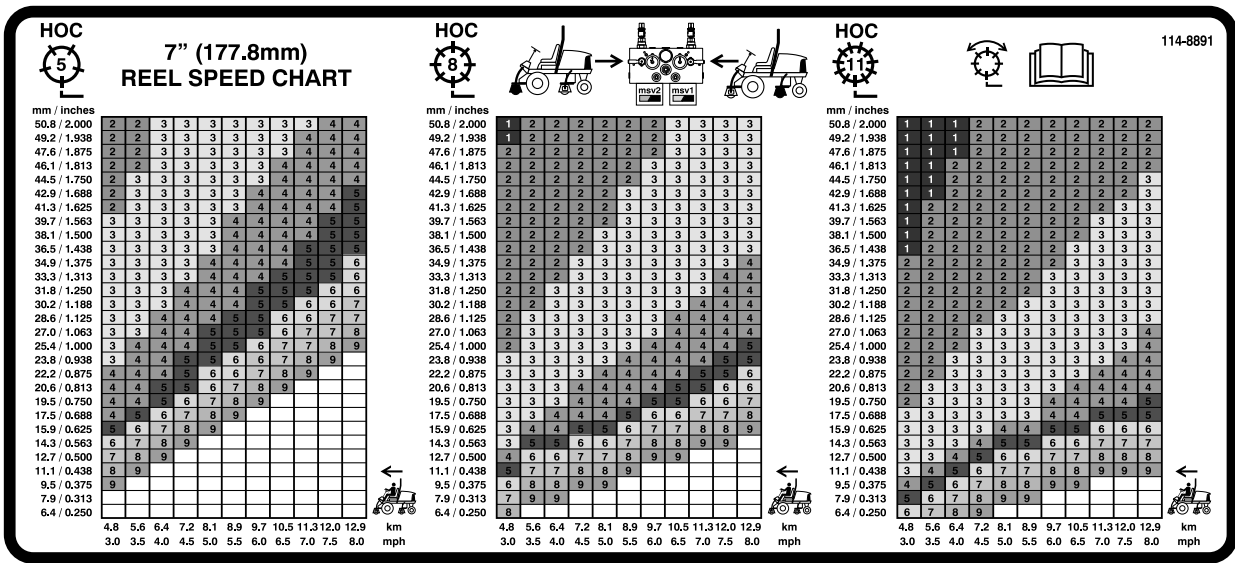
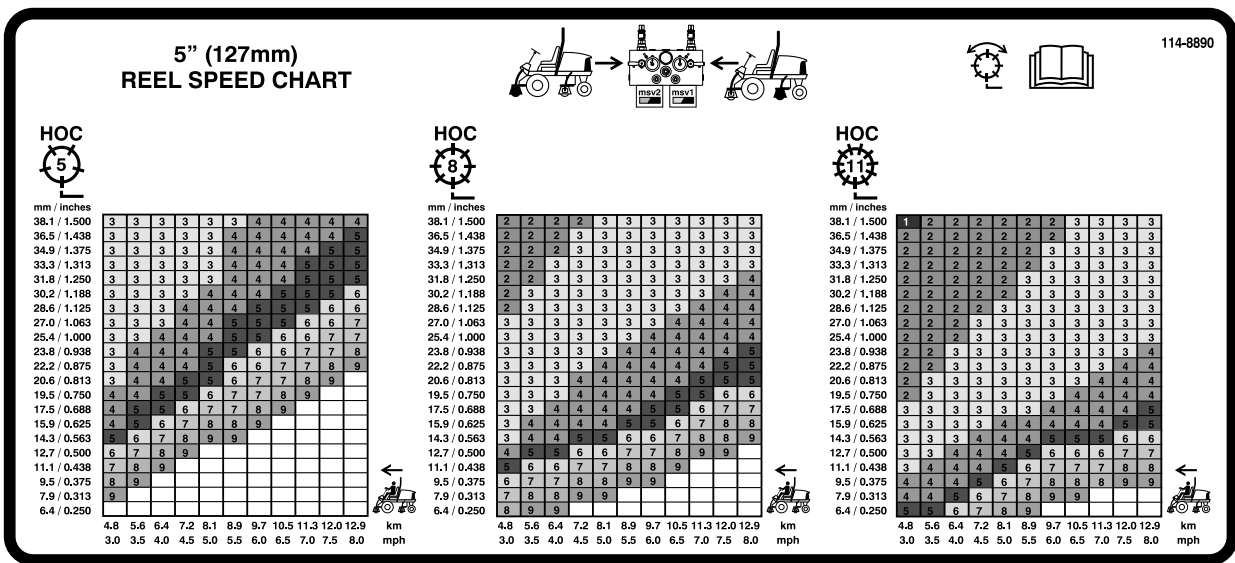

Figura 41
Figura 42
- Usando el gráfico apropiado de la pegatina 110-0996 (Figura 41) para el Reelmaster 5510 y 5610 con molinete de 17,8 cm [7 pulgadas], o la pegatina 110-8923 (Figura 42) para el Reelmaster 5210 y 5410, molinete de 12,7 cm [5 pulgadas], determine el ajuste correcto para la velocidad de los molinetes.